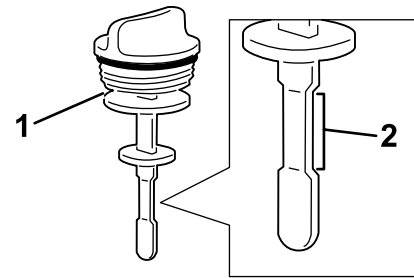

図 108
4. ディップスティックを引き抜いて油量を点検する 図 108。